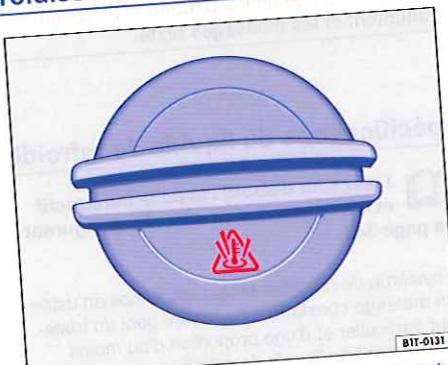

Fig. 212 Dans le compartiment-moteur : bouchon du vase d'expansion du liquide de refroidissement.
- Le vase d'expansion du liquide de refroidissement est repéré par le symbole  figurant sur le couvercle => fig. 212.